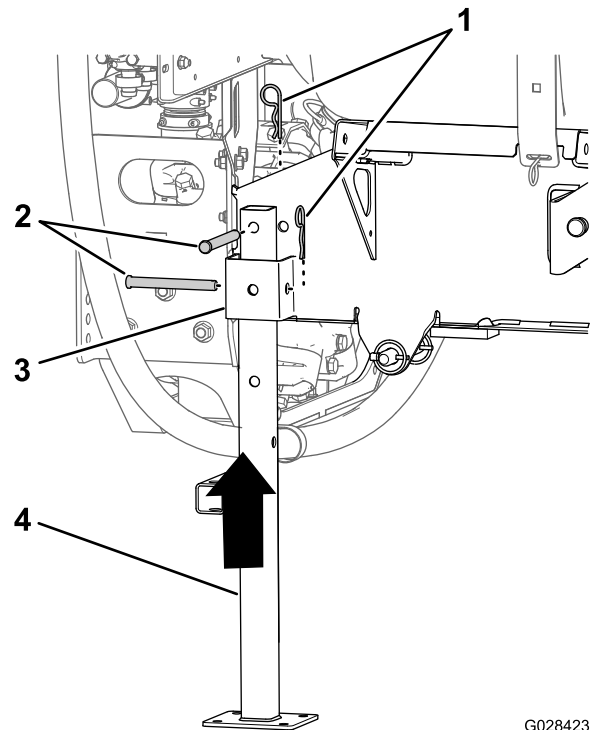

Figura 106
5. Alinee el soporte fijo trasero con el receptor del soporte fijo trasero (Figura 106).
6. Alinee el taladro de la parte superior del soporte fijo con el taladro del bastidor del patín del depósito (Figura 106).
7. Sujete el soporte fijo al receptor y al bastidor con dos pasadores ($\frac{1}{2}$ " x $4\frac{1}{2}$ ") y dos chavetas ($\frac{5}{32}$ " x $2\frac{5}{8}$ ") como se muestra en Figura 106.